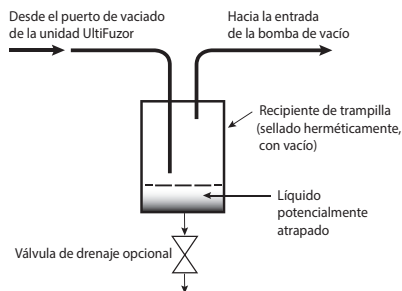

Imagen 3: Esquema de la configuración de una trampilla para líquidos
- 3.4 Para evitar que entre vapor condensable o tinta líquida (en el caso de que el módulo UltiFuzor esté dañado) en la fuente de vacío, puede colocarse una trampilla entre el puerto de vacío del módulo y la bomba de vacío (Imagen 3). Este dispositivo debería utilizar una construcción de trampilla estándar con un recipiente cerrado al vacío para recoger líquidos que pueda ser vaciado periódicamente si es necesario. Si le preocupa la seguridad, esta trampilla puede mantenerse a baja temperatura para que cualquier disolvente que pueda evaporarse de la tinta debido al vacío aplicado se condense.
- 4.6 Los módulos desgasificadores UltiFuzor son productos consumibles y están ideados para ser expuestos a una sola tinta. No se recomienda el uso de varias tintas ya que Imagen 3: Esquema de la configuración de una trampilla para líquidos 3.5 Encienda la bomba de vacío siguiendo las instrucciones del fabricante. Aplique vacío gradualmente al módulo desgasificador. las interacciones de compatibilidad entre tintas podrían reducir el rendimiento o dañar los módulos. No se recomienda purgar ni limpiar el módulo.